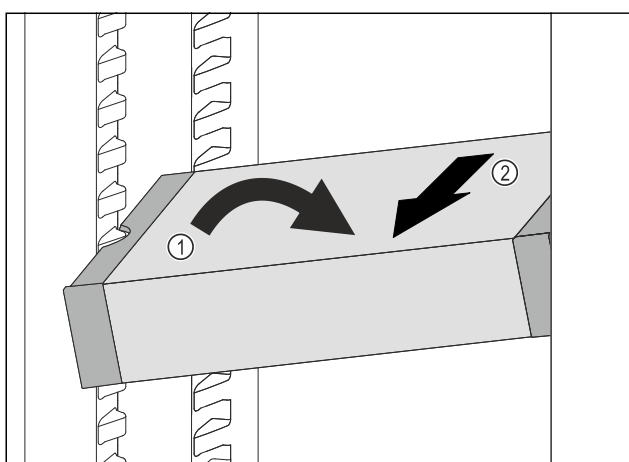

Fig. 97
- ▶ Stil VarioSafe på skrå ind i kølesektionen. Fig. 97 (1)
- ▶ Tag VarioSafe ud fremefter. Fig. 97 (2)